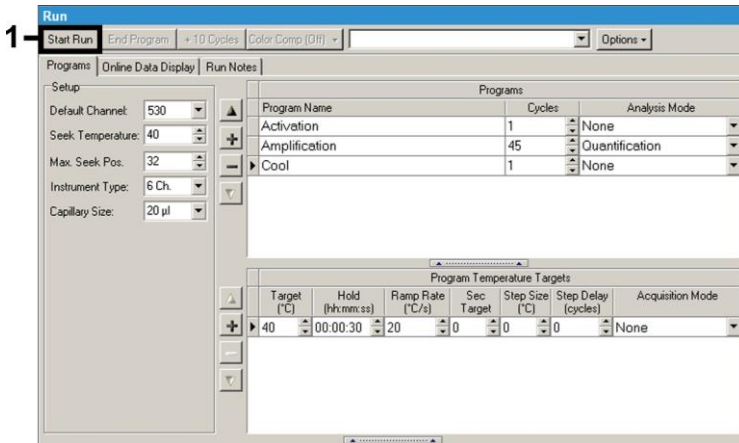

Abb. 9: Start des PCR-Laufs.
- Um den PCR-Lauf zu starten, wechseln Sie zur Schaltfläche *Run* und aktivieren Sie die Funktion *Start Run* (siehe Abb. 9). Nach Angabe des Zielorts zum Speichern der Daten wird das PCR-Programm gestartet.